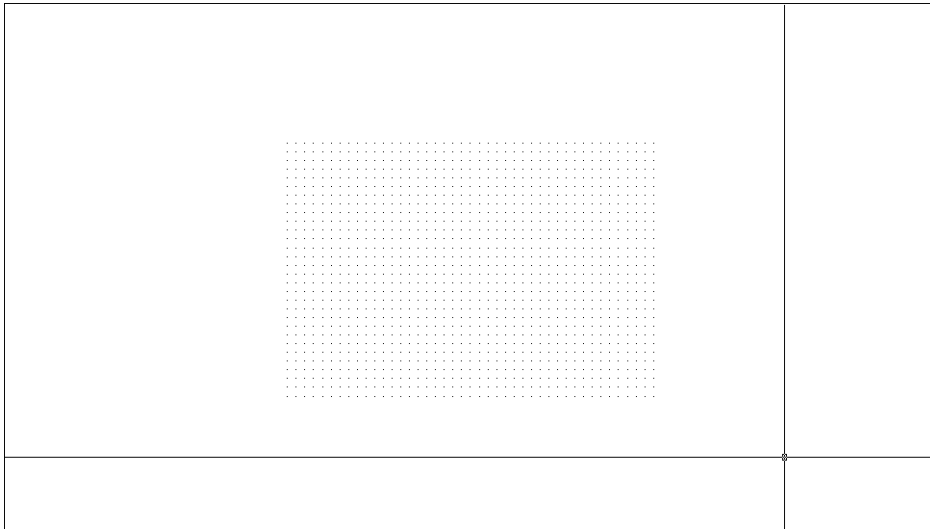

Рис. 3.5 ▼ Сетка в увеличенном масштабе
5. Для того чтобы точки сетки были расположены гуще (то есть отображались всегда через каждые 10 единиц, а не через 50, как сейчас), введите в командном окне **GRIDDISPLAY**, а затем **4**. Точки сетки примут вид, показанный на рис. 3.5. Размеры сетки останутся теми же – поместите ука-